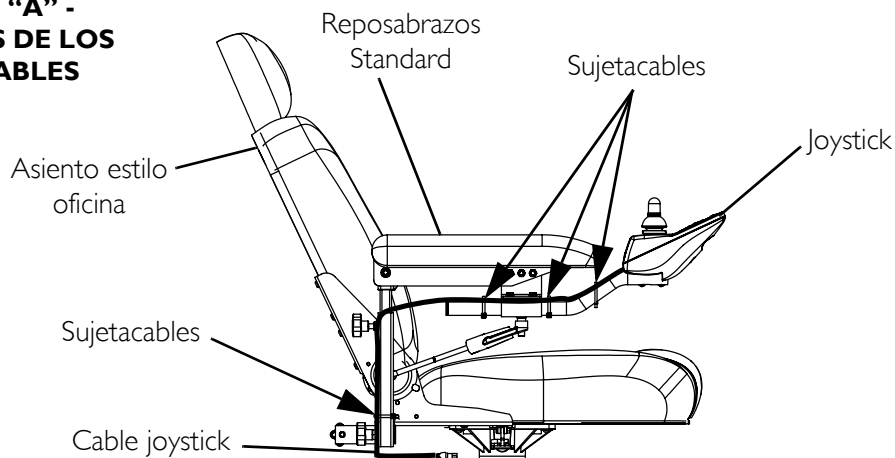

ILUSTRACIÓN 12.1 Montaje/desmontaje del joystick
NOTA: Para ver este procedimiento, consulte la ILUSTRACIÓN 12.1.
3. Afloje la palanca de bloqueo para liberar el tubo de montaje del joystick del soporte de montaje. Consulte la ILUSTRACIÓN 12.1.
3. Inmovilice el cable del joystick al reposabrazos con sujetacables como se indica en la ILUSTRACIÓN 12.1.